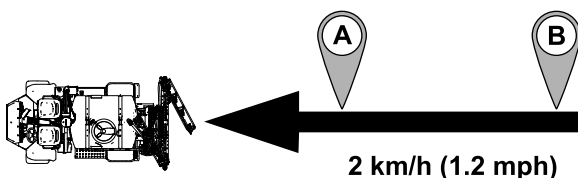

Figura 171
**Nota:** A direção automática conduz a máquina entre os pontos B e A (Figura 171).